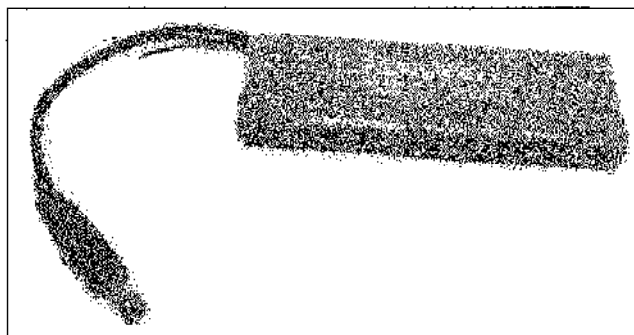

Рис. 12.4. Батарея для питания роботизированной платформы
- ◆ подходящая батарея для питания моторов роботизированной платформы. Моторы моего гусеничного шасси рассчитаны на рабочее напряжение 7 вольт, поэтому я использовал батарею на 7,4 вольта (рис. 12.4);